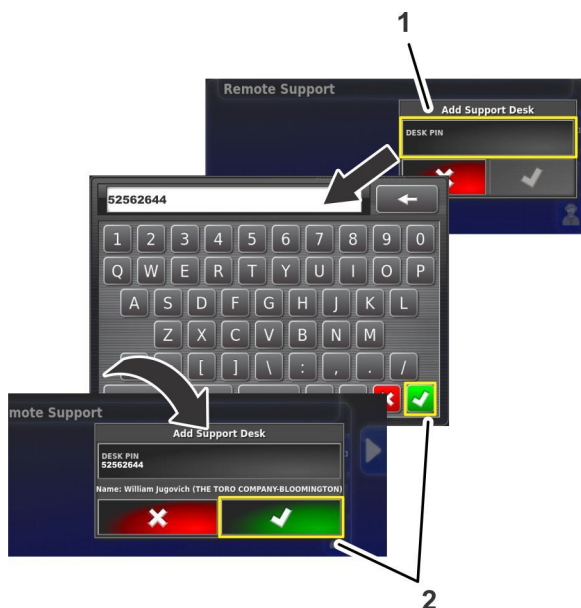

Figure 213
4. Appuyez sur l'icône CODE PIN DE BUREAU (Figure 213).
5. Avec le clavier virtuel, saisissez le code PIN du bureau que vous avez noté à l'étape 1, et appuyez sur l'icône de confirmation (Figure 213).
6. Dans l'écran Ajouter bureau d'assistance, appuyez sur l'icône de confirmation (Figure 213).